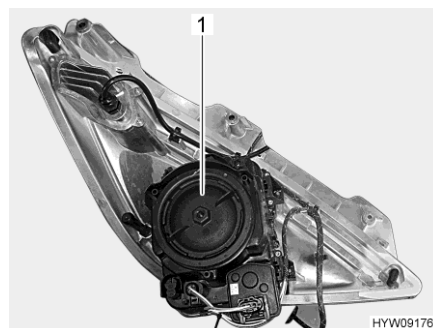

Fig. 218 Faro delantero (lado trasero)
- Girar la tapa de la caja (Fig. 218,1) en sentido contrario a las agujas del reloj y quitarla.
- Colocar la tapa de la caja (Fig. 218,1) y apretarla en sentido de las agujas del reloj.